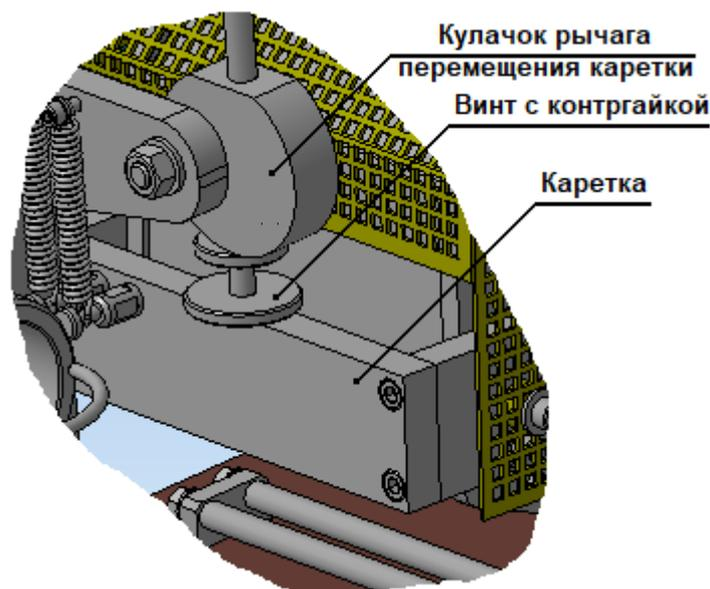

Рис.9
10.2. Регулировка давления припрессовочного вала осуществляется при помощи винта (с контргайкой) регулировки давления (Рис.9).